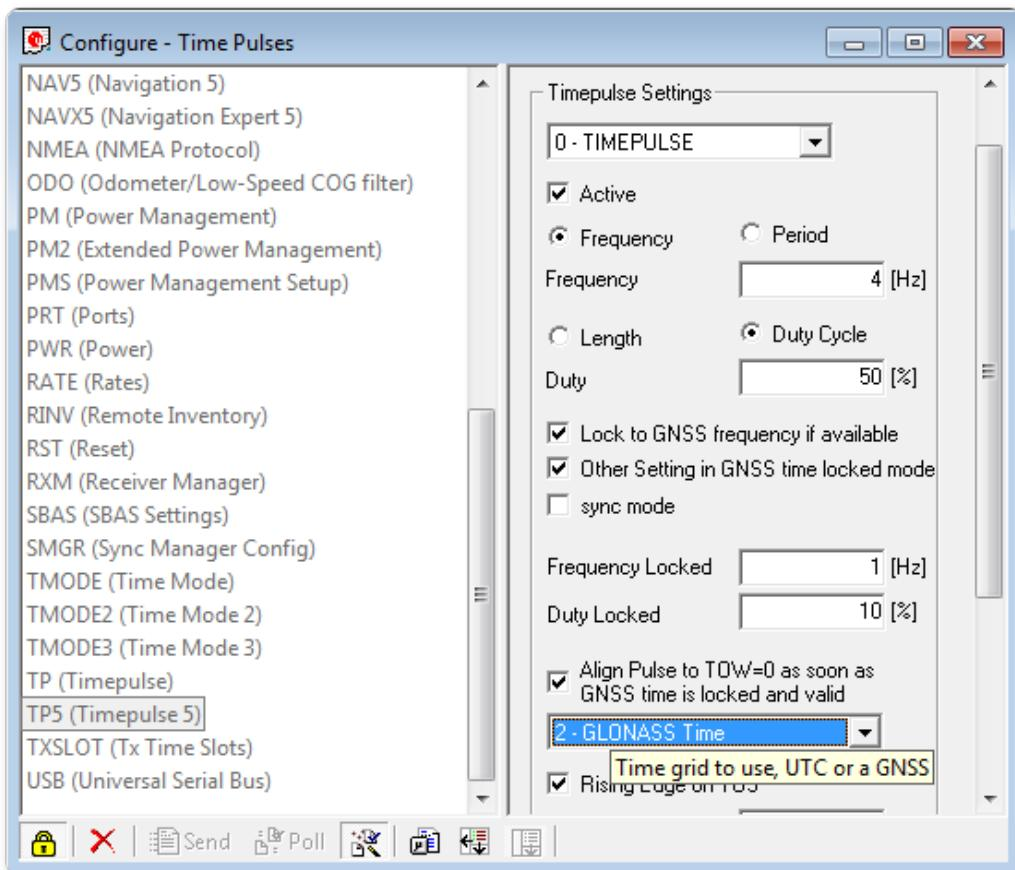

Рис. 40. u-center - выбор временной сетки (Time grid to use)
9. Далее выберете из списка параметров «TP5 (Timepulse 5)» (см. рис. 40).